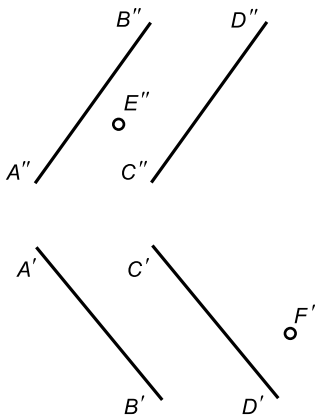

Рис. 13
2.14. Достроить проекции отрезка EF (рис. 13), лежащего в плоскости, заданной параллельными прямыми AB и CD .